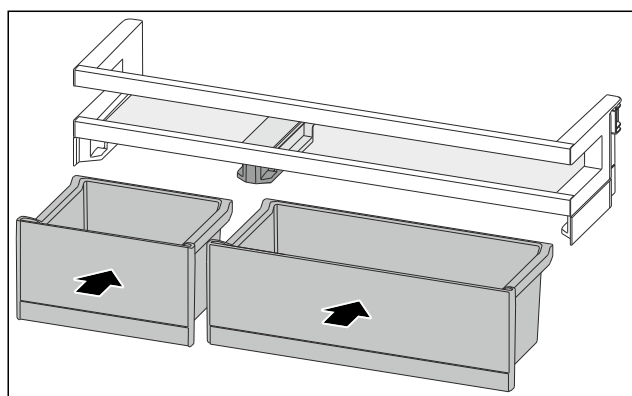

Fig. 108
- ▶ 排列互换后装入 VarioBox。〔参见 Fig. 108〕